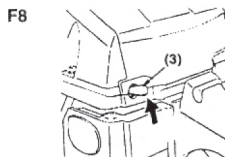

Рис. 6
2. Установить переключатель в положение "I" (Рис. 6).